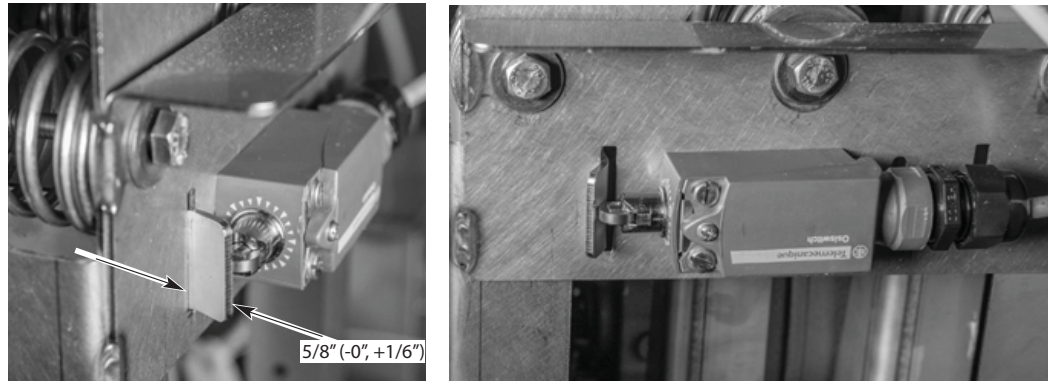

Fig. 44
5. Verifique la posición de la placa del accionador anti-atasco y del desatascador del rodillo del interruptor de atasco para asegurarse de que están en la posición correcta y con el ajuste adecuado, como se muestra a continuación. (Fig 44).